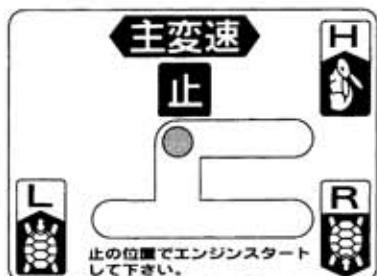

図33
- ① 主変速レバーを [L (低)・H (高)・R (後)] 位置に入れます。（図33）